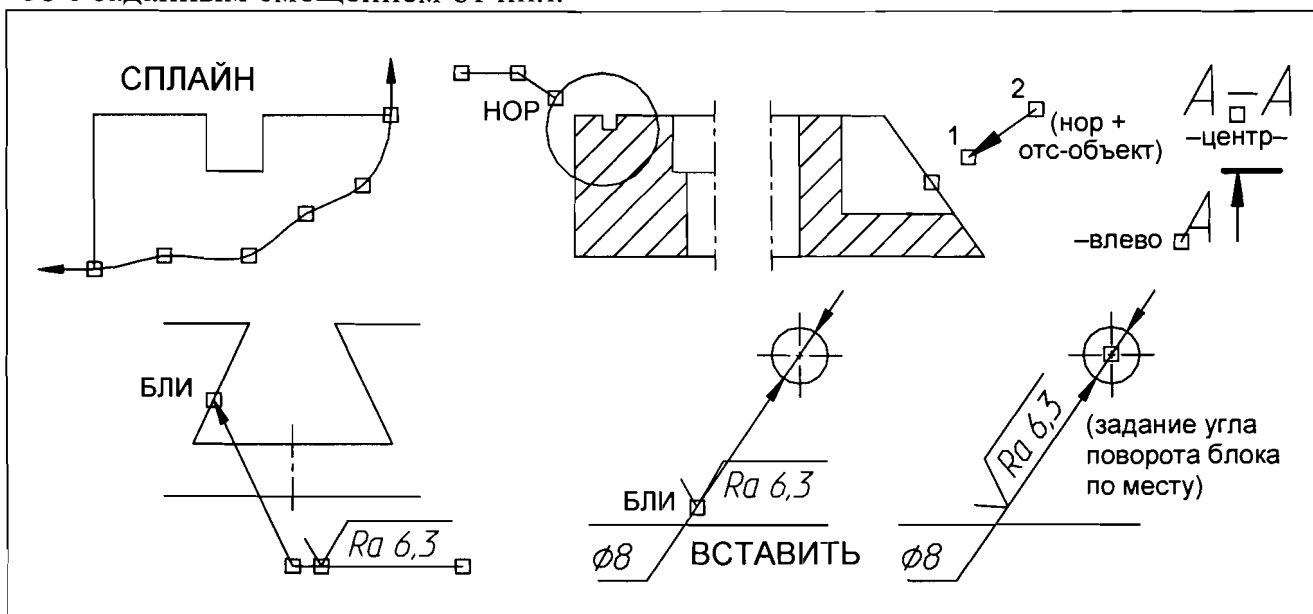

Рис.17
Направления касательных в начальной и конечной точках сплайновой кривой рекомендуется указывать примерно перпендикулярно линиям, которые ограничивают сплайн (рис.17).
Перед построением стрелки дополнительного вида (см. рис.17) необходимо включить режим постоянной объектной привязки по типу **НОР** и режим *объектного отслеживания* (кнопкой **ОТС-ОБЪЕКТ** в статусной строке). После указания начала выноски в точке 1 необходимо навести курсор на наклонный отрезок, перпендикулярно которому строится выноска, дождаться активизации режима слежения (появления трассировки) и тогда указать конец выноски в точке 2 по ходу трассировки. Отключить оба режима.
4. Командой **КРУГ** построить круг, ограничивающий область выносного элемента. Командой **ОТРЕЗОК** построить изображение полки с выноской, причем последнюю точку указать с привязкой **НОР** как основание перпендикуляра к кругу (см. рис.17).
7. Командой **ВСТАВИТЬ** вставить блок **Ш1** обозначения шероховатости поверхности отверстия, указав точку вставки блока с привязкой **БЛИ** к размерной линии (см. рис.17). При этом в диалоговом окне вставки блока необходимо указать, что угол поворота блока будет задан по месту.